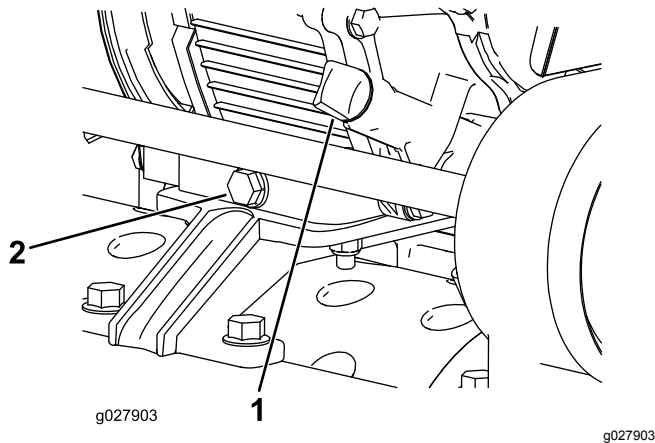

Bild 29
1. Parken Sie die Maschine auf einer sauberen und ebenen Oberfläche und reinigen Sie dann den Bereich um den Ölpeilstab (Bild 29).
2. Stellen Sie eine Auffangwanne am Heck der Maschine unter die Ablassschraube (Bild 29). Lösen Sie die Ablassschraube.